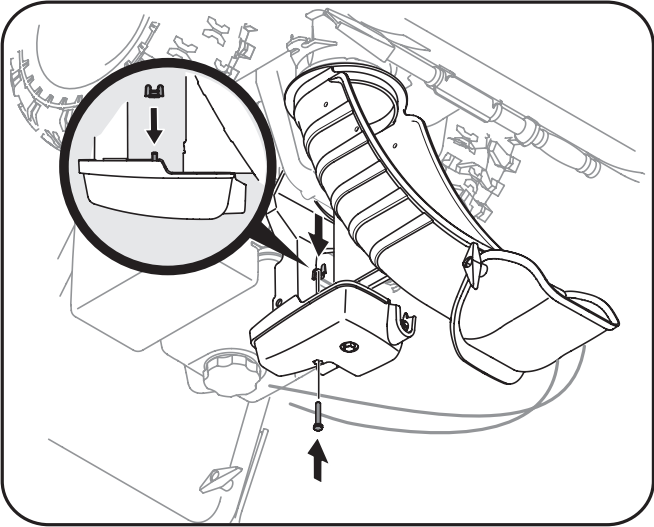

Figure 3-5
- Continuez l'installation de la goulotte sur son support avec l'écrou à oreilles et la vis hex. retirez plus tôt. Voir la Figure 3-5.